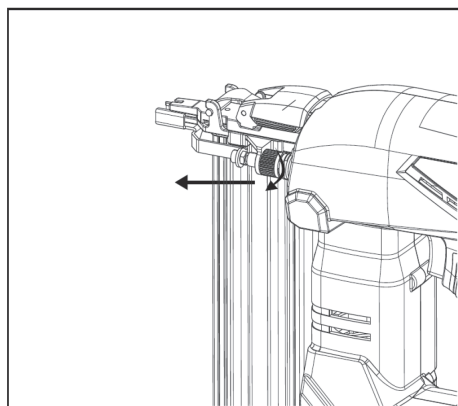

Рис. 16
- Чтобы уменьшить глубину забивания крепежа, поверните ручку регулировки глубины наружу (Рис. 16).